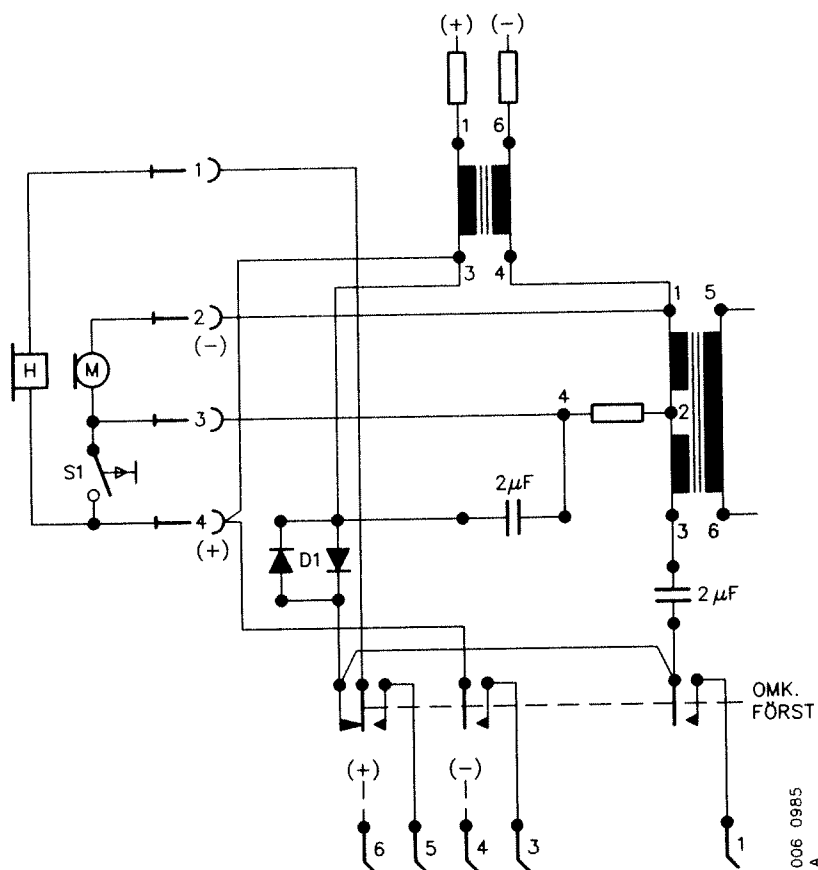

Bild 37. Trolig koppling av växeln före modifiering
- Bild 37 redovisar ett troligt kopplingsalternativ av växeln.
- Kontrollera om växeln's dragning av förbindningarna stämmer med kopplingsalternativet enligt bild 37.
- Stämmer inte kopplingsalternativet enligt bild 37, dokumentera förbindningsdragningen av växeln. Ändra sedan på lämpligaste sätt förbindningsdragningen så att (+) plusmatning erhålls på jackens stift 3 (se bild 2) samt att taltransformatorns mittuttag stiftet 4 ansluts till jackens stift 4.